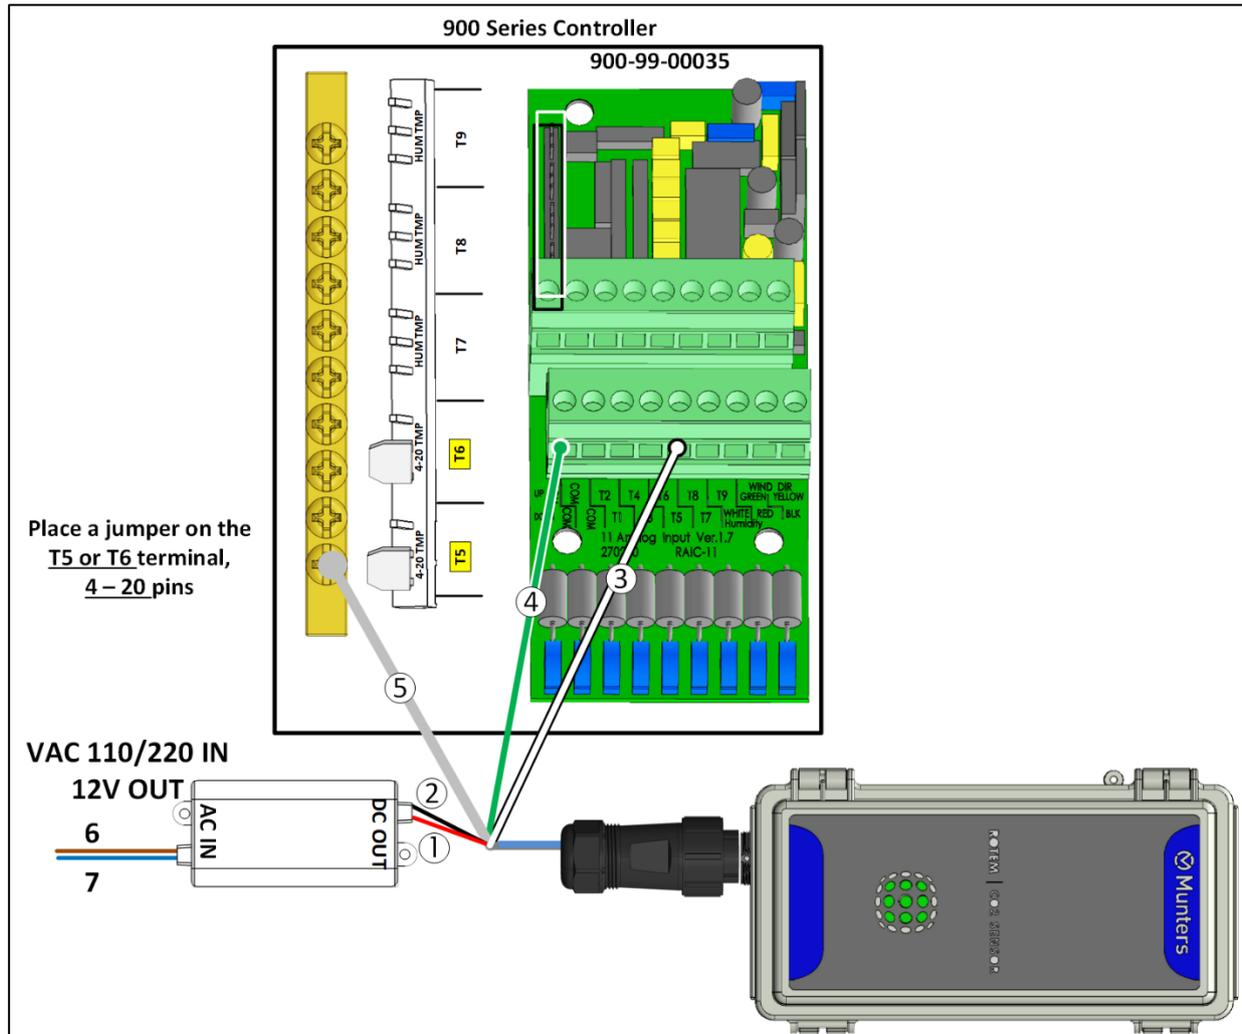

Figura 12: Platinum Cableado
- Conecte el sensor al controlador Platinum (Figura 12, página 12)
1. Conecte el otro extremo del cable a la fuente de alimentación y la tarjeta de entrada analógica Platinum como se indica en la Figura 12.
1. Una el otro extremo del cable del sensor a la fuente de alimentación y la tarjeta de entrada analógica Pro Platinum como se indica en la Figura 12.
| Las lecturas están fuera de la escala, incluso con aire fresco.                               | Verifique que haya un puente en la tarjeta analógica Platinum, colocado en T5 o T6, ajustado para 4-20 mA (consulte la Figura 12). |